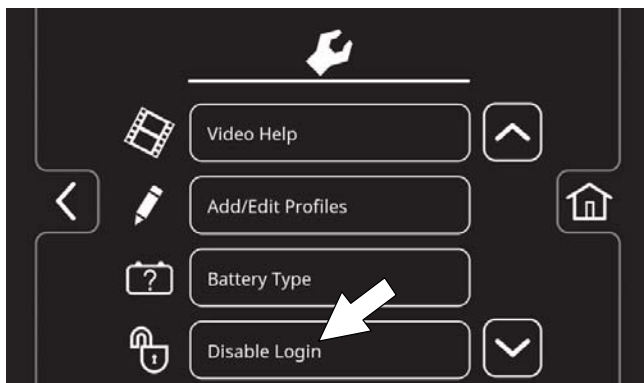

FIG. 174
4. Press the Disable Login button (Figure 174).